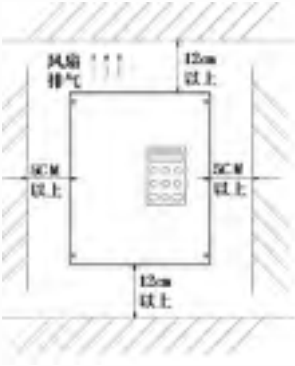

图3-1 30KW（含）以下安装间隔距离
1. 单台变频器的安装间隔及距离要求，如图3-1和3-2所示。